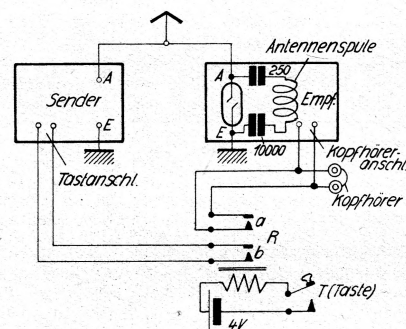

Abb. 2. Hier ist Sende- und Empfangsantenne identisch. Die Netzteile von Sender und Empfänger bleiben während der Abwicklung des BK-Verkehrs stets eingekhaltet.
Der Kurzwellenamateur in der Großstadt wird sich aus räumlichen Gründen eine gefonderte Antenne für Sender und Empfänger in den meisten Fällen wohl nicht leisten können. Nach Abb. 2 läßt sich BK-Verkehr auch mit einer gemeinsamen Sende-Empfangsantenne durchführen, die nicht umgeschaltet zu werden braucht, wenn man den Empfängereingang mit einer Glimmlampe ausrüstet und die Antennenpule über einen 250-cm-Kondensator mit der Antennenbuchse und über einen 10 000-cm-Blockkondensator mit der Erdbuchse verbindet. Die Tastung entspricht in dieser Skizze wieder der Tastart nach Abb. 1, bei der über ein Relais beim Tasten der Empfang abgekhaltet ist, in den Taspauken aber sofort Empfang selbsttätig möglich wird. Die Netzteile von Sender
Abb. 3. Bei mehrstufigen Sendern hilft man sich am besten beim Übergang zum BK-Verkehr dadurch, daß man den Ofzillator taftet. (Statt der zwei Antennen kann auch eine gemeinsame gemäß Vorschlag Abb. 2 Verwendung finden.)
bewirkt, empfiehlt sich je nach der gewünschten Verkehrsart eine Umhaltung der Taftung auf den Ofzillator oder den Endverstärker vorzunehmen, wie aus Abb. 3 hervorgeht. Die Umhaltung besorgt ein doppelpoliger Umschalter U. Bei BK-Verkehr-Taftung im Ofzillator (ECO) ist die zur Mitte des Umschalters U von den Kontakten b des Relais führende Taftleitung über die Schaltkontakte C mit dem Taftanschluß des Ofzillators verbunden. Legt man den Schalter U nach der anderen Seite um, so daß die Taftleitungen mit den Anschlüssen d Verbindung hat, so können wir den mehrstufigen Sender, wenn BK-Verkehr nicht gewünscht wird, auf die gewöhnliche, etwas wirtschaftlichere Art unmittelbar in der Endstufe taften. Statt der in der Skizze gezeichneten getrennten Antennen ist es natürlich möglich, eine gemeinsame Antenne für Sendung und Empfang zu verwenden, wobei der Empfängereingang nach Abb. 2 abzuändern wäre.
1. Abschnitt: Bestimmung der auf den Kondensator entfallenden Spannung: Wir rechnen aus, wieviel Spannung die Röhren brauchen (z. B. 4 Röhren mit je 13 Volt benötigen zusammen $4 \times 13 = 52$ Volt). Das erhaltene Ergebnis und die Netzspannung verwenden wir in einer Zeichnung (Abb. 2) wie folgt: Wir tragen auf
Links: Abb. 2. Die Ermittlung der Kondensatorspannung aus einer Zeichnung.